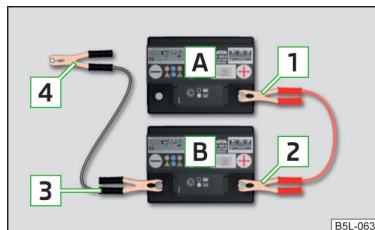

Bild 187
- Fäst klämman **1** till pluspolen på det urladdade batteriet **A** » bild 187.